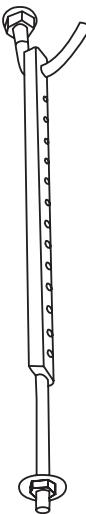

Fig. 4.4
4. Instalati carligele de sustinere (Fig 4.4)